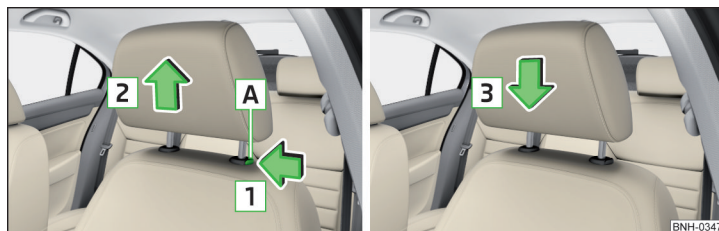

Fig. 72 Scoaterea/introducerea tetierei din față
- ▶ Pentru **scoatere**, mențineți tasta de siguranță **A** în sensul săgeții **1** și scoateți tetiera în sensul săgeții **2** » fig. 72.